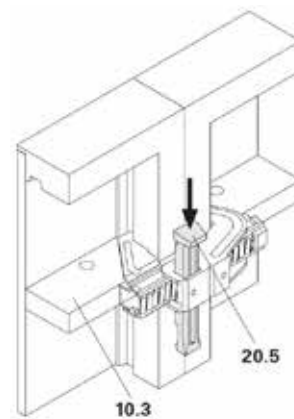

Рис. 9
3. Установить замок типа BFD (20) на ребро элемента (10.3) (Рис. 9)